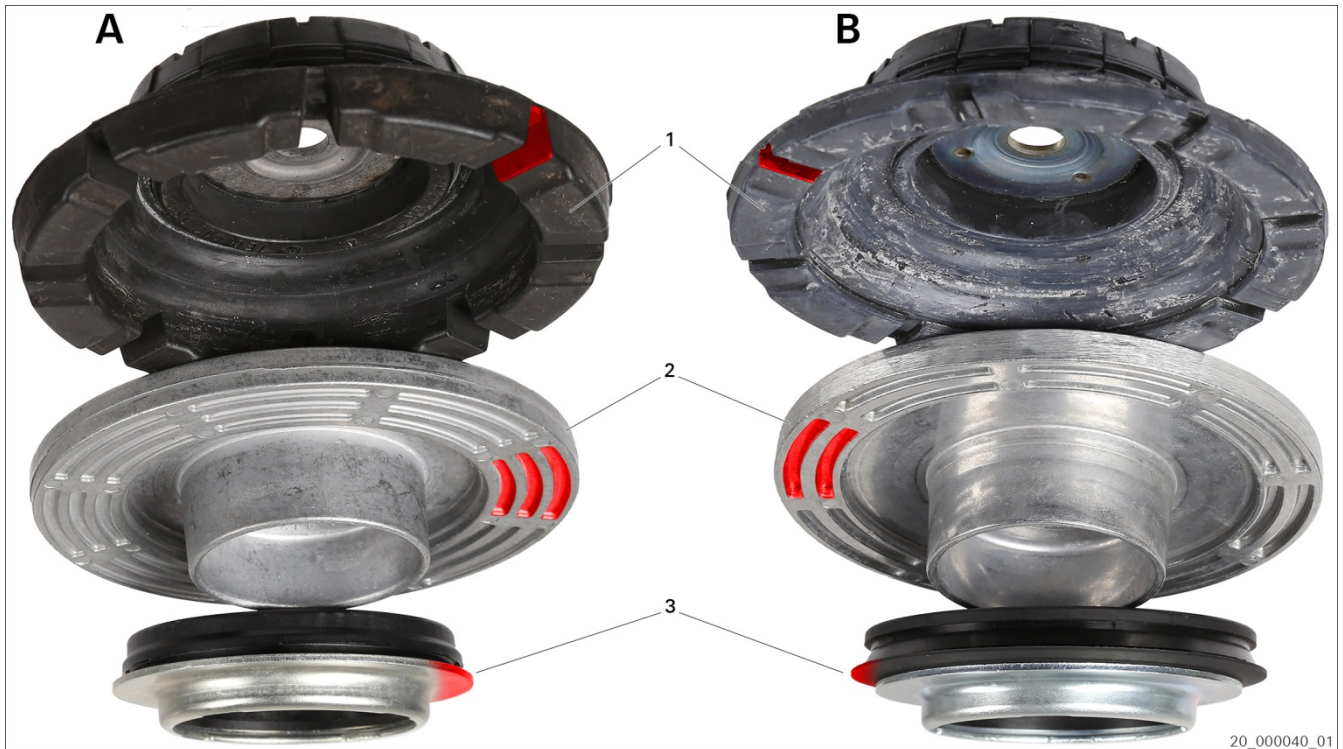

Рис. 1: Опорный подшипник амортизационной стойки, варианты исполнения A/B
В Volkswagen T5 может быть установлен один из двух вариантов опорного подшипника: А или В (рис. 1).
- При демонтаже выяснить, какой вариант установлен на транспортном средстве (рис. 1, красным цветом выделены участки визуального контроля).
- Проверить демонтированную тарелку пружины (2) на наличие повреждений. Если повреждена тарелка варианта исполнения А(2), необходимо произвести замену всего узла на вариант исполнения В. Требуется замена всех деталей (1, 2, 3), поскольку тарелка пружины варианта А уже не поставляется даже автопроизводителем.